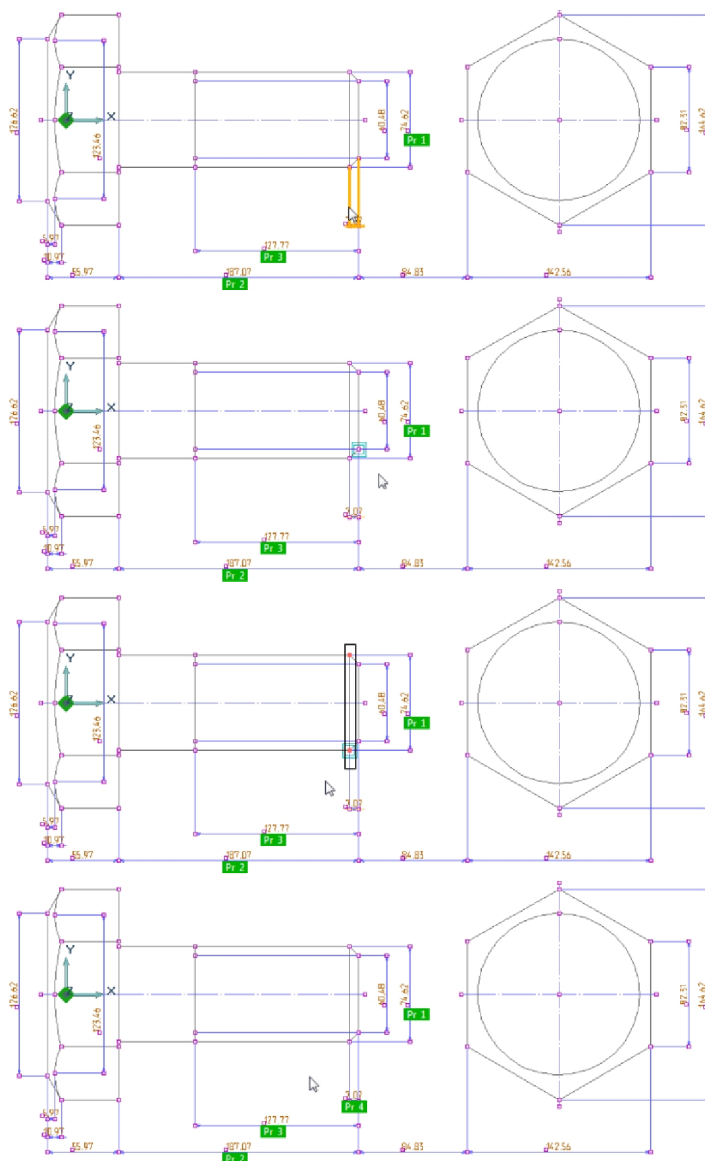

Рис. 11. Создание ПРМ 4
- Четвертым будет прорисовываться фаска на конце болта. Схема определение размера представлена на Рис. 11.